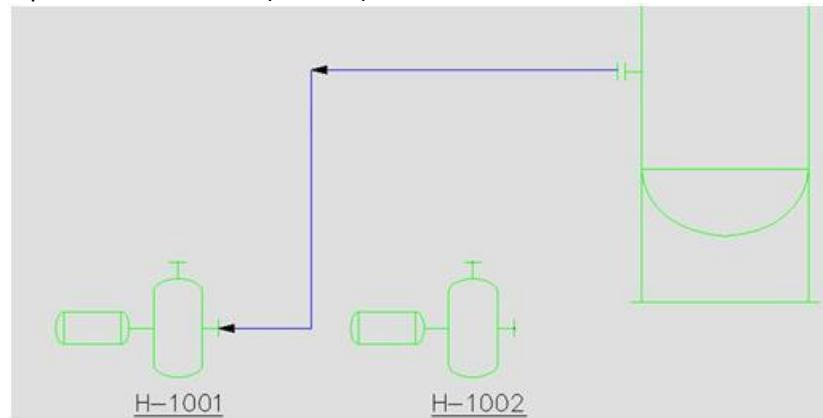

Рис. 12
- Соедините линией вертикальную колонну и насос H-1001, выбрав пиктограмму **Основной сегмент линии** — на вкладке **Линии** палитры инструментов. При подключении линии к насосу пользуйтесь привязкой к **Узлу**. По умолчанию эта привязка включена (Рис. 12).